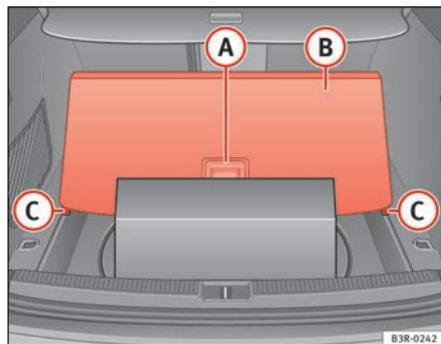

Fig. 124 Plancher de chargement relevé
- Relevez le couvercle (B) à l'aide de la poignée (A) ⇒ fig. 124 et alignez les arêtes extérieures dans les évidements (C).
- Rabattez le plancher de chargement à l'aide de la poignée (A) ⇒ fig. 124 jusqu'au dossier de la banquette arrière.
Vous pouvez également ranger des petits objets **sous** le cache (B) ⇒ fig. 124.